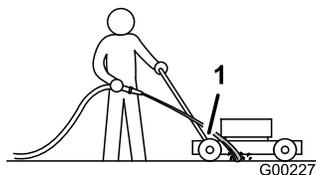

Figura 26
3. Sujete la manguera a la altura del manillar y dirija el agua para que fluya sobre el suelo justo por delante de la rueda trasera derecha (Figura 26).